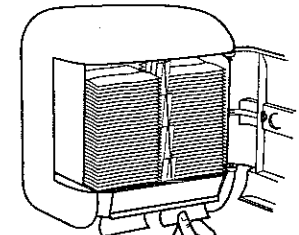

Figure 9
3. Engagez l'essuie-tout du bas (Figure 9).